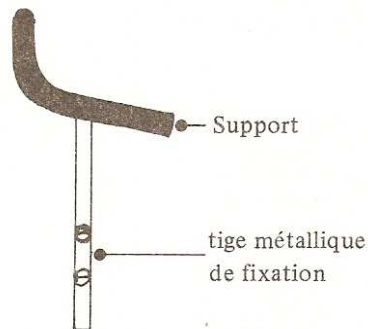

Figure 43 : Béquillon pour CIVB ou CIVC (44)
- CIVB ou C avec béquillon (Figure 43):